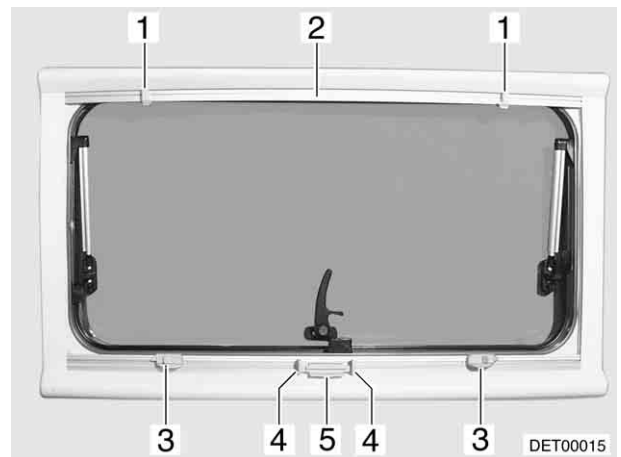
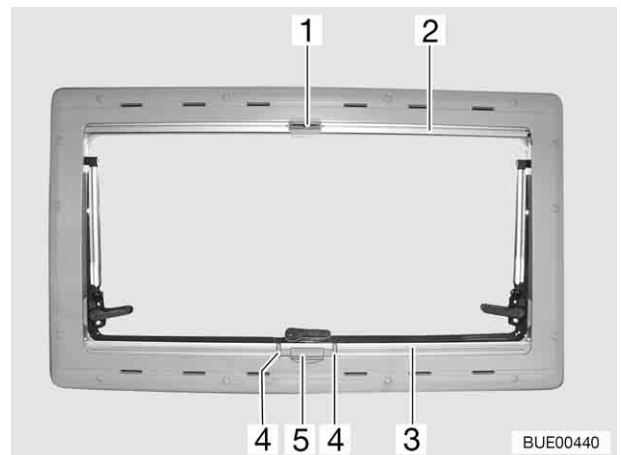

Fig. 52 Fenêtre projetante
Fig. 53 Fenêtre projetante
- Appuyer sur la poignée (Fig. 52,4 ou Fig. 53,4), tirer de bas en haut le store occultant (Fig. 52,5 ou Fig. 53,3) jusqu'à la position de verrouillage.
- Appuyer sur la poignée (Fig. 52,4 ou Fig. 53,4) et ramener le store occultant (Fig. 52,5 ou Fig. 53,3).
- Tirer la moustiquaire (Fig. 52,2 ou Fig. 53,2) vers le bas jusqu'à ce qu'elle touche le store occultant (Fig. 52,5 ou Fig. 53,3) et que les verrous (Fig. 52,1 ou Fig. 53,1) s'enclenchent dans le dispositif de verrouillage (Fig. 52,3 ou Fig. 53,5).
- Selon le modèle, débloquer le dispositif de verrouillage (Fig. 53,5) ou les deux dispositifs (Fig. 52,3) en même temps.